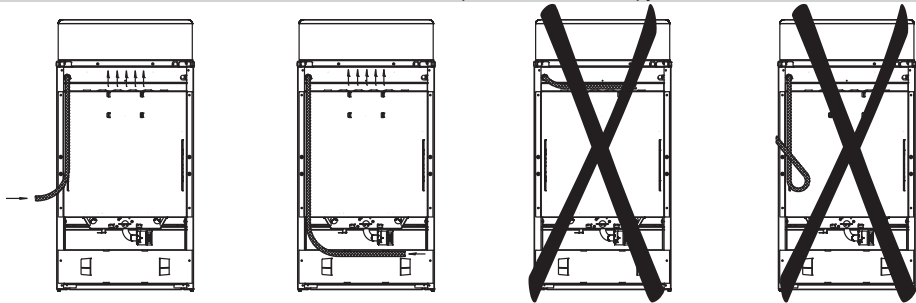

рис. 5
- гибкий присоединительный рукав не должен проходить в зоне горячего воздуха дымохода и касаться задней стенки плиты (рис. 5);
! **ПОМНИТЕ!** После установки плиты на место обязательно проверьте положение гибкого шланга подвода газа и шнура питания (рис. 5). Они не должны проходить над дымоходом и касаться задней стенки плиты. Во время работы духовки там возникает высокая температура, которая может их повредить.